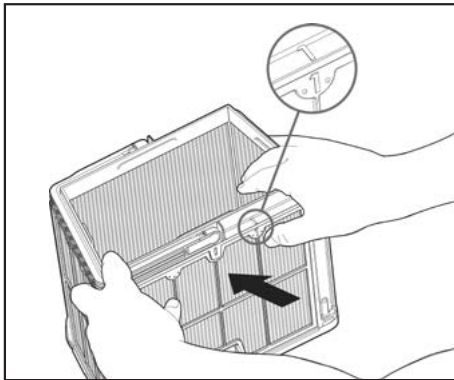

Figura 13
1. Cada filtro y lateral de la cesta de filtrado dispone de un número grabado. Los filtros solo encajan en el lateral correspondiente de la cesta. Consulte **Figura 13**.
2. Presione firmemente con los pulgares la parte superior del filtro 1 hacia dentro para desacoplar el filtro de la cesta. Consulte **Figura 13**.